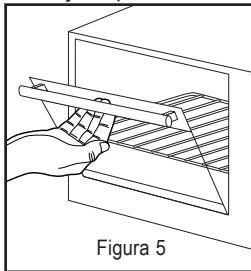

Figura 5
**Paso 2.** Hale con cuidado hacia abajo la puerta del horno (consulte la Figura 5).